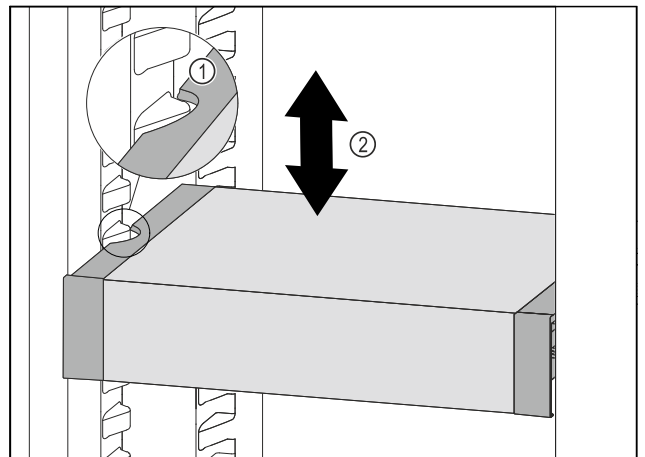

Fig. 83
- VarioSafe naar voren trekken tot de uitsparingen aan de zijkant van de VarioSafe zich ter hoogte van de rib in het koelgedeelte bevinden. Fig. 83 (1)
- VarioSafe in het koelgedeelte omhoog of omlaag bewegen tot de gewenste hoogte is bereikt. Fig. 83 (2)